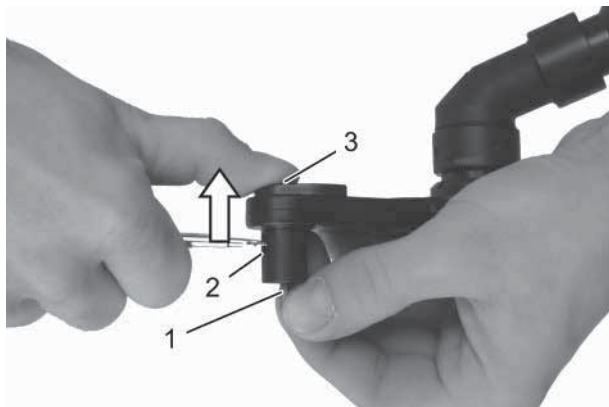

Abb. 7: Bit wechseln | Version I
1. Den Flachabtrieb so festhalten, dass die Gegenhalterspitze auf der Gehäuseoberseite (Abb. 7 Pos.3) des Flachabtriebs mit dem Daumen gegengedrückt werden kann.
2. Mit einem schmalen Schlitzschraubendreher durch die seitliche Öffnung am Gegenhalter (Abb. 7 Pos. 2) die Hülse der Gegenhalterspitze nach oben drücken und das Bit (Abb. 7 Pos.1) entnehmen.